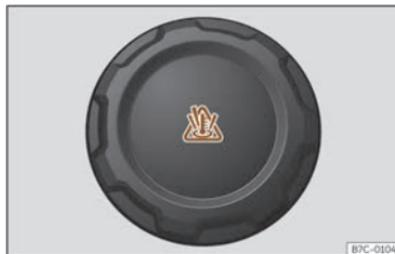

Fig. 200 Vano anteriore: tappo del serbatoio di compensazione del liquido di raffreddamento.
- Il serbatoio di espansione del liquido di raffreddamento del motore si riconosce dal simbolo che c'è sul tappo ⚠️ >>> **fig. 200**